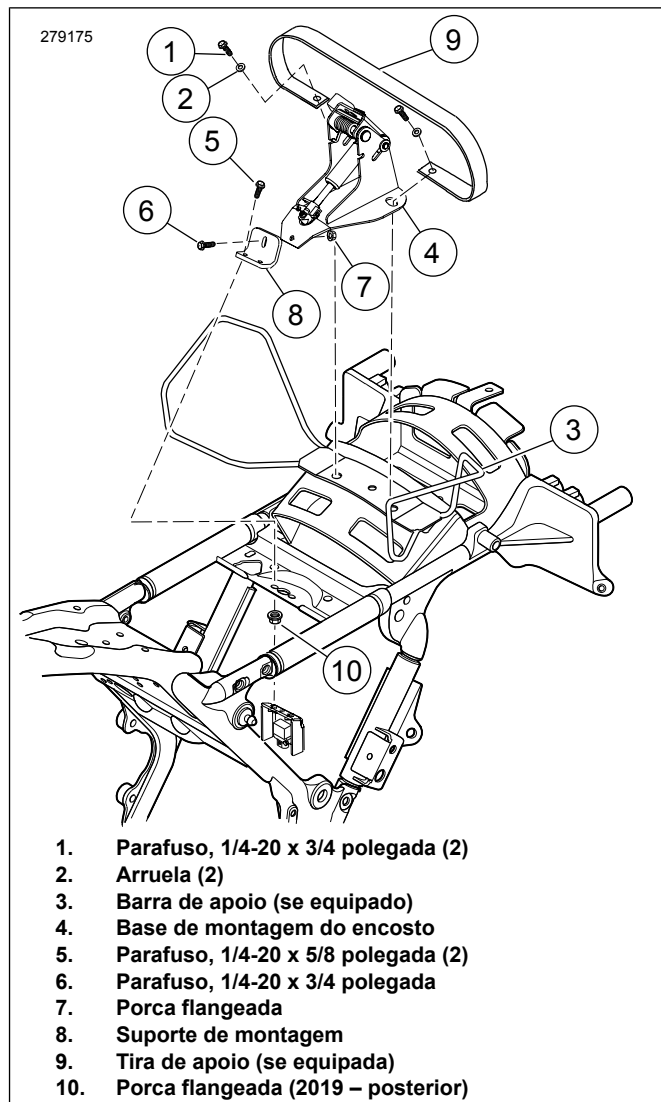

Figura 3. Instale a base de montagem do encosto
3. Figura 3 Instale o suporte de montagem (8) na base de montagem (4) com o parafuso (6) e a porca flangeada (7). Aperte o parafuso.
4. Figura 3 Instale o suporte de montagem dianteiro (8).